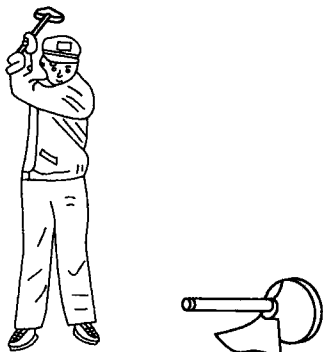

图 2-10 横向抡打站立姿势
(2) 起锤 身先站立带动双臂握锤贴着身体外侧，将锤从身前下方送至身后上方举起。举锤姿势与竖向抡打基本相同，如图 2-10 所示。这时面部不再正对锤桩，但仍要以双目注视锤桩。